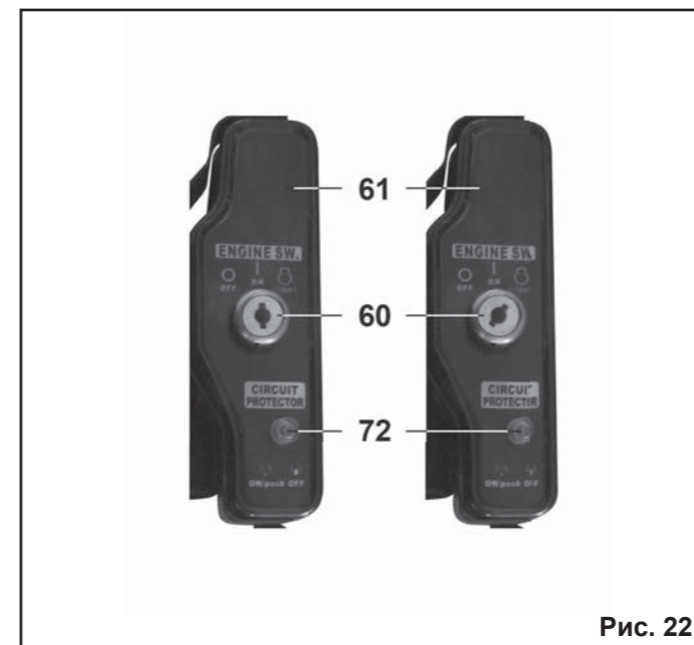

Рис. 22
8.2. Пуск двигателя электрическим стартером (Рис.22).